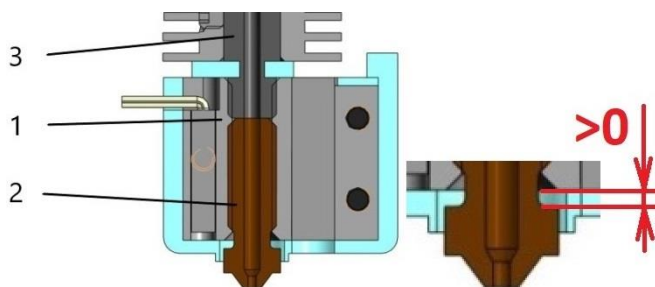

Рисунок 4 – Зазор между соплом и нагревательным блоком
10. Убедитесь, что при полной затяжке между шестигранником сопла и нагревательным блоком имеется зазор (рисунок 4) . Это означает, что сопло уперлось в термобарьер раньше, чем в нагревательный блок. Отсутствие зазора означает, что сопло уперлось в нагревательный блок, а между соплом и термобарьером остался зазор, через который при печати будет подтекать пластик, что недопустимо.